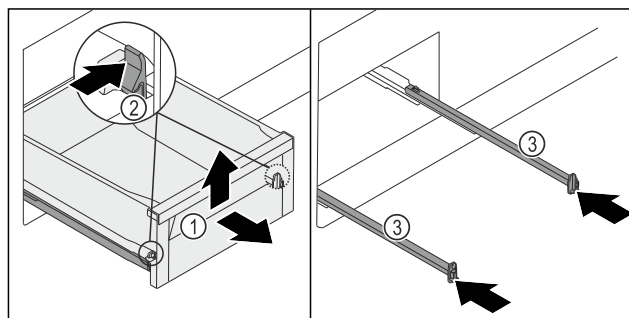

Fig. 123
- Sortir le tiroir Fig. 123 (1) jusqu'en butée.
- Appuyer simultanément sur les languettes Fig. 123 (2) situées à gauche et à droite.
- Le tiroir Fig. 123 (1) se détache des rails.
- Soulever l'avant du tiroir Fig. 123 (1).
- Retirer le tiroir Fig. 123 (1) par l'avant.
- Pousser les rails Fig. 123 (3).